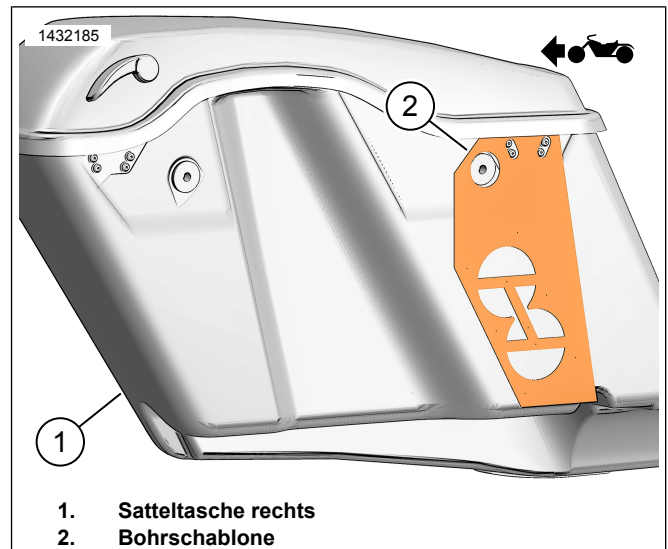

Abbildung 9. Schablone rechte Satteltasche
1. Siehe Abbildung 9. Schablone (2) an rechter Satteltasche (1) positionieren.